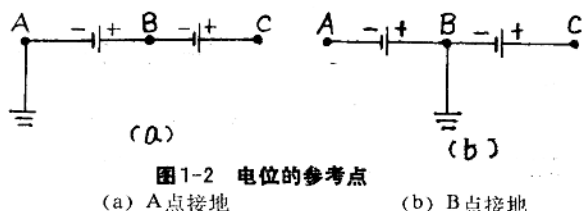

图1-2 电位的参考点
应该注意某点电位的数值与参考点的选择有关。例如, 有二个电源, 一个为 4 伏, 一个为 5 伏, 把它们顺向串接, 若将 A 点接地(如图 1-2 a), 即 Φ_A 为零电位, 则 B 点电位(Φ_B)为正 4 伏, C 点电位(Φ_C)为正 9 伏; 若将 B 点接地(如图 1-2 b)。即 Φ_B 为零电位, 则 Φ_A 为负 4 伏, Φ_C 为正 5 伏。这说明, 当参考点改变时, 各点电位要随之改变。
2. 如上所述, 某点电位的数值与参考点的选择有关; 但是, 两点间的电位差则与参考点的选择无关。在图 1-2a 中, $\Phi_C - \Phi_A = 9 - 0 = 9$ 伏; 在图 1-2 b 中: $\Phi_C - \Phi_A = 5 - (-4) = 9$ 伏。
任意两点间的电位差称为该两点间的电压, 用字母 U 表示。对于图 1-2, C 点和 A 点之间的电压, 即为